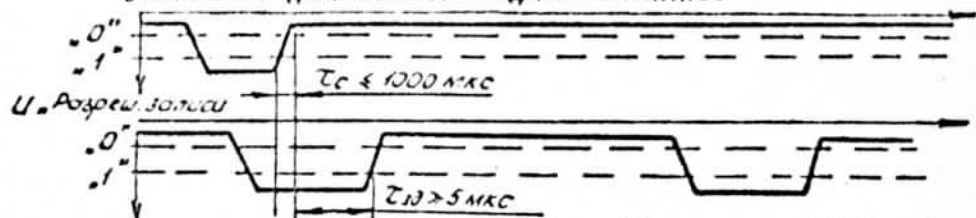

Рис. 4
- Примечание к пп. 5.5, 5.7 Импульсы входных сигналов не должны изменяться в течение интервала времени среза импульса разрешения записи и 5 мкс после его окончания. Временная диаграмма входных сигналов приведена на рис. 4.